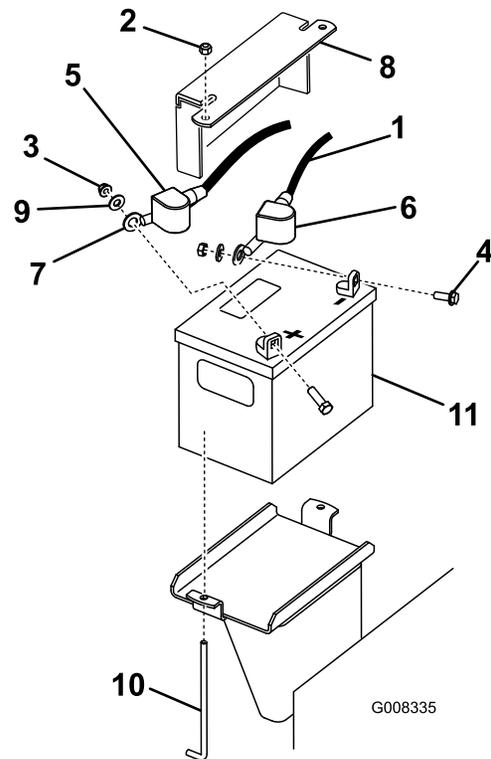

図 38
- マイナスケーブルのゴムカバー黒を外す。バッテリーのマイナス - 端子から、マイナスケーブルを外す 図 38。
- 次にプラス端子についている赤い保護カバーをずらして、赤いプラスケーブルを露出させる 図 38。
- バッテリーを固定している押さえ板、Jボルト、ロックナットを外してバッテリーを外す 図 38。
1. 先ほど取り外したねじ類を再使用して、プラスケーブル赤いケーブルをバッテリーのプラス端子に取り付ける 図 38。
3. 先ほど取り外したねじ類を再使用して、マイナスケーブル黒いケーブルをバッテリーのマイナス-端子に取り付ける 図 38。
4. 押さえ棒と蝶ナットでバッテリーを固定する 図 38。